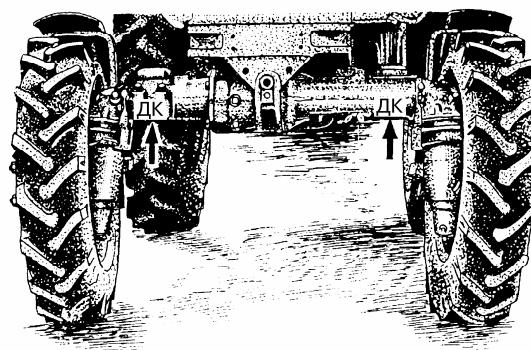

Рис. 79. Места поддомкрачивания трактора (указаны стрелками)
9.4.2. Поддомкратьте трактор до отрыва шин от опорной поверхности на 8-10 см. Установите подставки под переднюю ось или рукава конечных передач ПВМ (рис. 79).